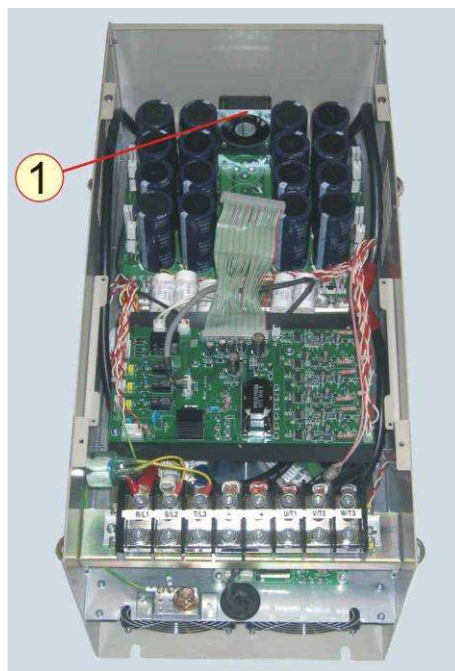
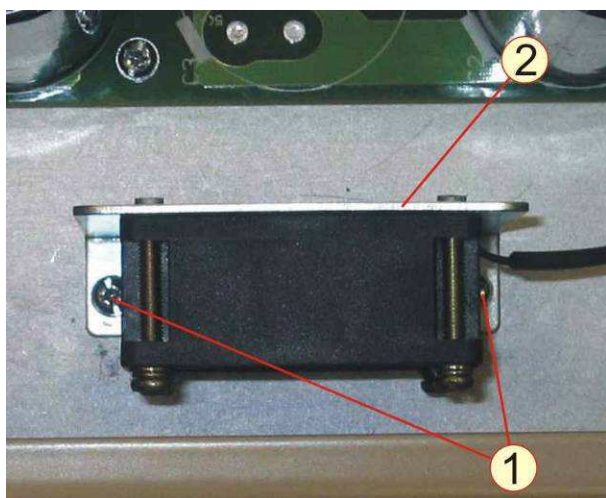

Рисунок 6.16 Вид ПЧ со снятой панелью
Рисунок 6.17
6.7.2 Снять стойку внутреннего вентилятора (рисунок 6.16), выкрутив два винта крепления стойки к радиатору (рисунок 6.17). Положить винты в тару.